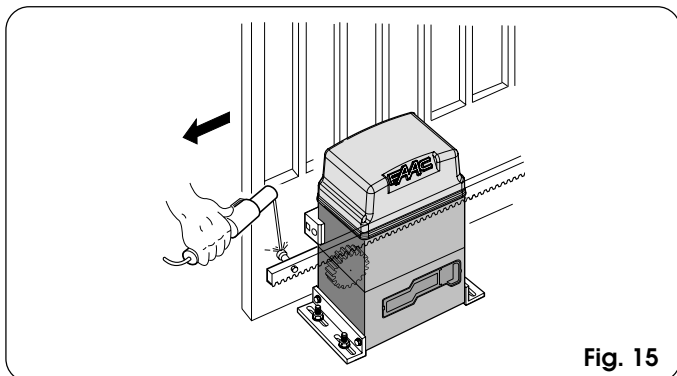

Fig. 15
- 3) Poser horizontalement sur le pignon le premier élément de la crémaillère et souder le cliquet taraudé sur le portail d'après la Fig.15.